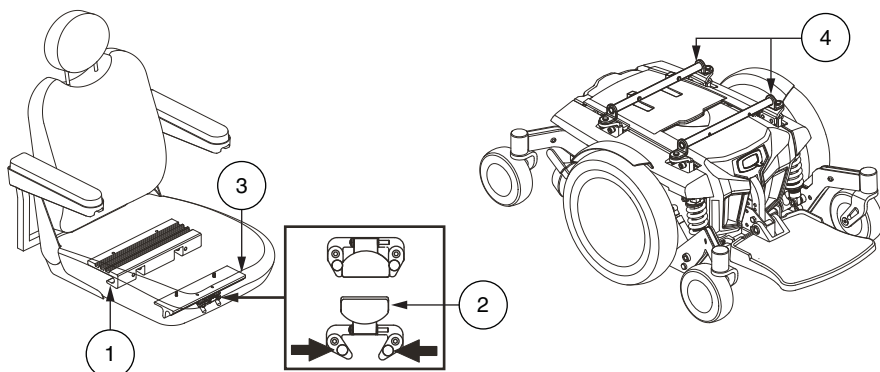

Figura 5. Sistema di montaggio universale e sedile sagomato
Prima dell'uso iniziale o dopo il trasporto della Carrozzina, può essere necessario installare il sedile. I sedili sagomati sono uniti alla base di elettronica mediante il sistema di montaggio universale (UMS). L'UMS consiste di parti universali che possono essere agganciate a qualsiasi sedile, a prescindere dalla larghezza o dalla profondità dello stesso. I due componenti principali sono estrusioni di alluminio montate sulla base del sedile. Queste estrusioni sono unite ad una coppia di barre a trapezio montate sulla base elettronica. **Vedere la figura 5.**
1. Inclinare il sedile all'indietro e posizionare l'estrusione posteriore sulla barra a trapezio posteriore. **Vedere la figura 5.**
4. Sollevare il blocco di sicurezza del sedile. **Vedere la figura 5.**